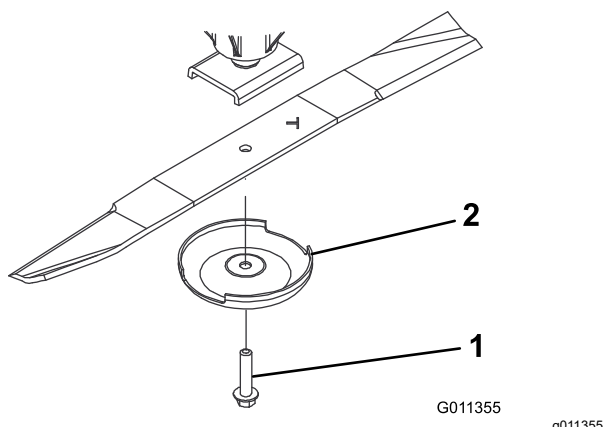

Figure 70
3. Tenez la lame par son extrémité avec un chiffon ou un gant épais et enlevez le boulon, la coupelle de protection et la lame de l'axe de pivot (Figure 70).
- Utilisez la coupelle de protection et le boulon de lame pour installer la lame en orientant l'ailette vers le plateau de coupe (**Figure 70**).